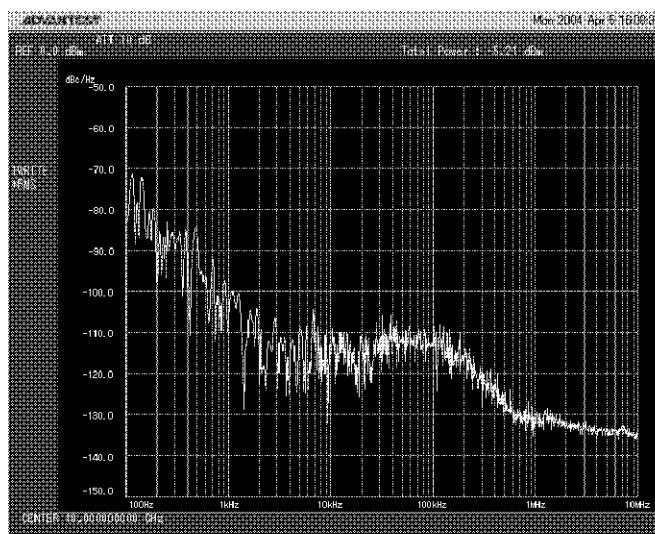
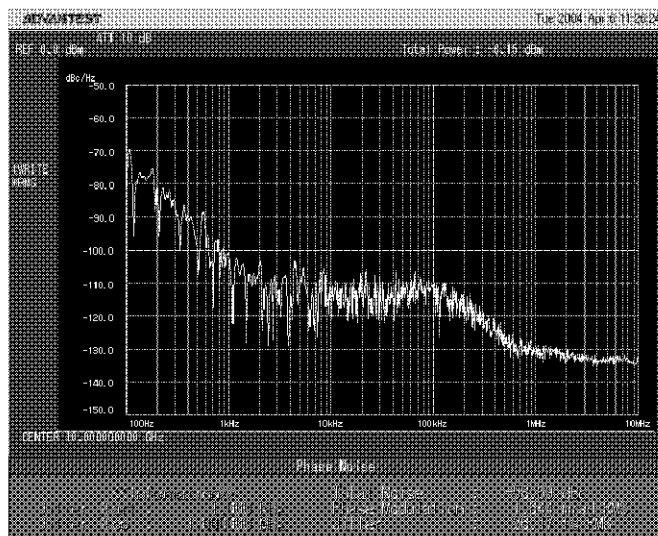

図 2-3 位相ノイズ測定範囲の設定
図 2-6 ジッタ測定例
2. 図 2-3 の状態で、ソフト・メニュー・バーの **RMS Jitter**, **RMS Jitter**, (On) とタッチします。図 2-6 のように、ジッタ計算範囲が表示されます。